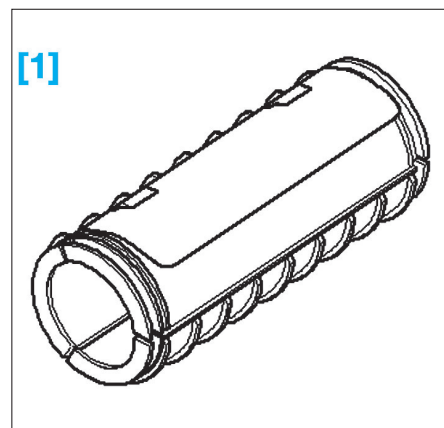

FIG. 167
- [1]. Manchon de maintien du tube avant d'échappement ref. T10403 (Fig.167).
• Apposer l'outil [1] sur la partie flexible du tuyau avant (Fig.167).